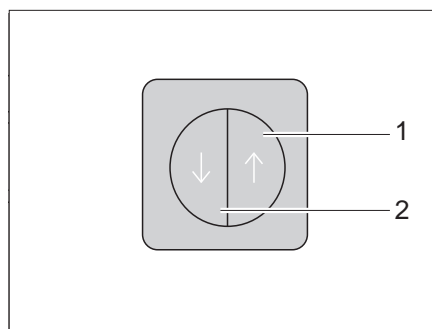

Fig. 102 Interruptor para bloqueo central de la línea de servicio de cocina
La línea de servicio de cocina está equipada con un bloqueo central. Las trampillas y los cajones del bloque de cocina se pueden bloquear y desbloquear manualmente con el interruptor (Fig. 102).
- Bloqueo* ■ Pulsar el interruptor (Fig. 102,2). Las trampillas y los cajones del bloque de cocina están bloqueados.
- Desbloqueo* ■ Pulsar el interruptor (Fig. 102,1). Las trampillas y los cajones del bloque de cocina están desbloqueados.